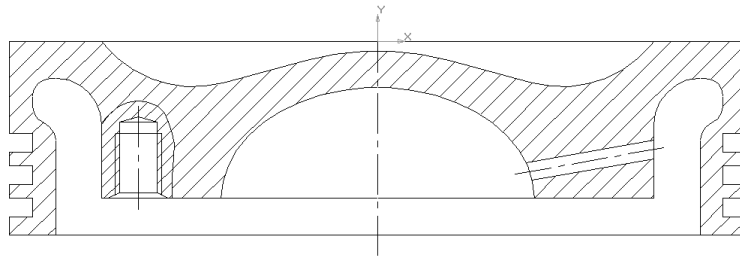

Рис. 3.58
10. Местный разрез. На инструментальной панели нажмите кнопку  **Ввод кривой Безье**. Щелкнув мышью по окну **Стиль** на **Панели свойств**, выберите в диалоговом окне **Для линии обрыва**. Установите курсор на линии контура вблизи резьбового фрагмента и, обозначая точки щечками мыши, выполните местный разрез, как показано на рис. 3.58. Завершите местный разрез, нажав кнопку  **Создать объект**, и не забудьте вернуться к установке основной линии.
11. Штриховка. На инструментальной панели нажмите кнопку  **Показать все**, а на компактной панели — кнопку  **Штриховка**. На **Панели свойств** в окне **Шаг** введите **2**, а в окне **Угол** по умолчанию установлено значение **45**. Убедитесь, что вид штриховки соответствует металлу. После этого установите курсор внутрь области местного обрыва, щелкните мышью и нажмите кнопку **Создать объект**. Штриховка местного разреза построена. Установите **Шаг штриховки 3**. Щелкните мышью в двух местах предполагаемой штриховки и нажмите кнопку  **Создать объект**. Геометрическое построение головки поршня закончено (рис. 3.58).